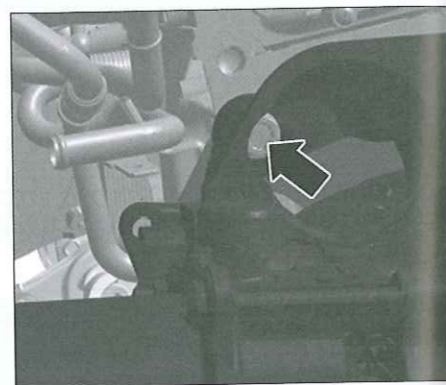

Fig. 5
- Con el casquillo de dentado múltiple [1], desmontar el tornillo detrás del motor de arranque (Fig.5).